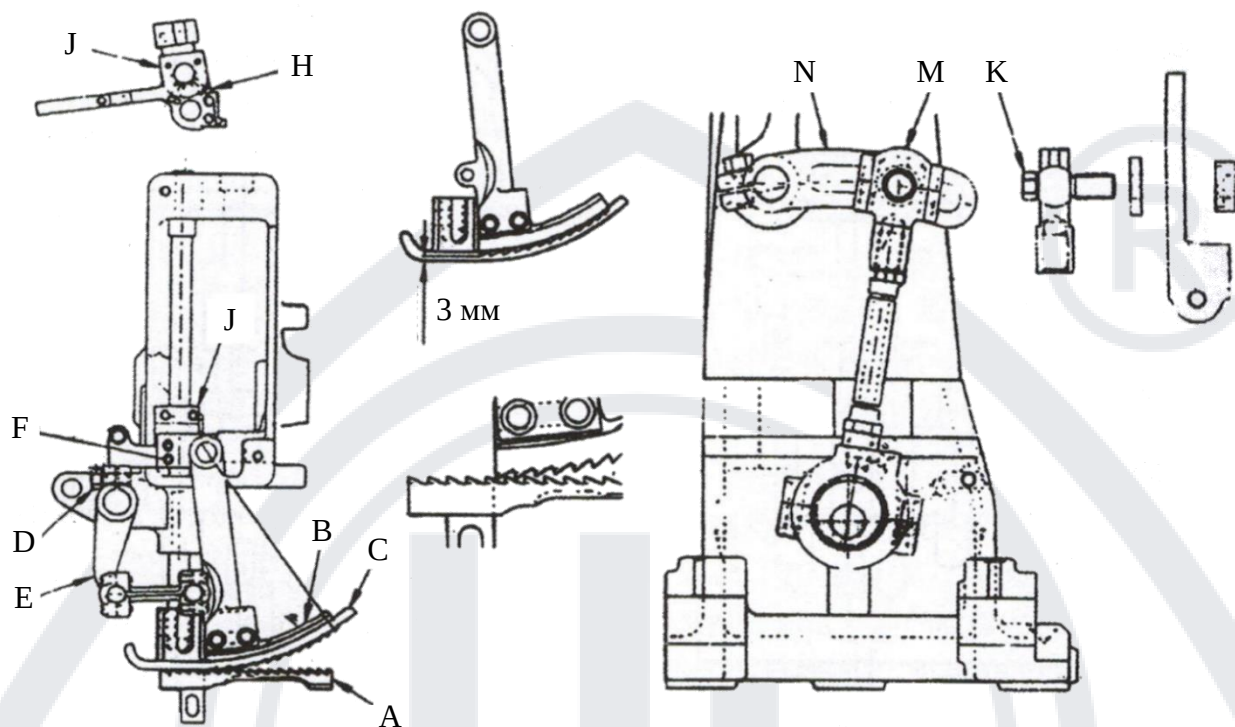

Рис. 20
6.7 Установка верхней рейки (Рис. 20)